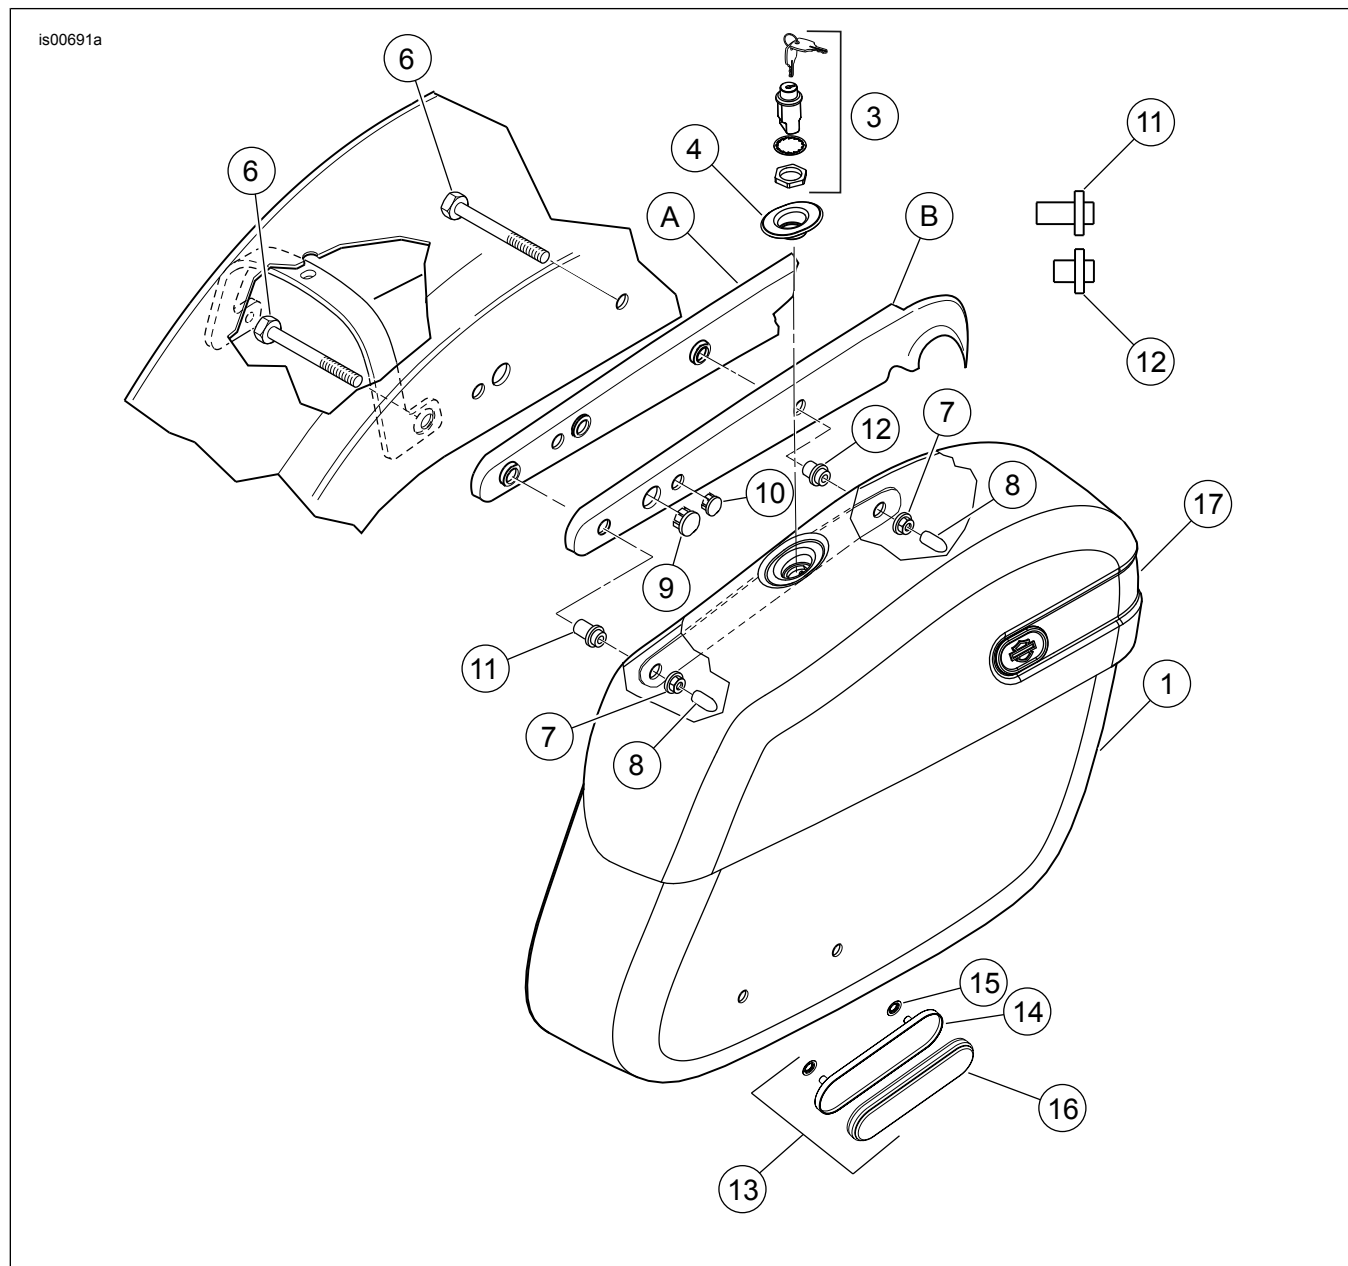

Figura 2. Piezas de servicio: Kit de alforjas rígidas de cuero Sportster (se muestra el lado derecho)
Vea Figura 2 y Tabla 1.
5. Vea Figura 2. Desde la parte inferior del guardabarros, instale dos pernos (6) del kit a través del guardabarros y dentro del soporte (A) y la cubierta (B) del guardabarros, de donde se extrajeron anteriormente, en el paso 3, los dos tornillos con cabeza de botón.
6. Instale el buje corto (12) sobre el perno delantero (extremo corto hacia la alforja) y el buje largo (11) sobre el perno trasero (extremo corto hacia la alforja).
8. Enrosque las tuercas de seguridad con reborde (7) en los pernos en el interior de la alforja. Apriete ambas tuercas de seguridad con reborde a 33-37 N·m (24-27 lb-pie).
9. Instale una tapa protectora de roscas (8) sobre cada uno de los extremos del perno.
2. Vea Figura 2. Coloque el soporte del reflector (14) en la alforja.
7. Instale el soporte del reflector (14) en la alforja usando dos tuercas de empuje (15).
8. Quite el respaldo del adhesivo en el reflector (16) e instale en el soporte (14).